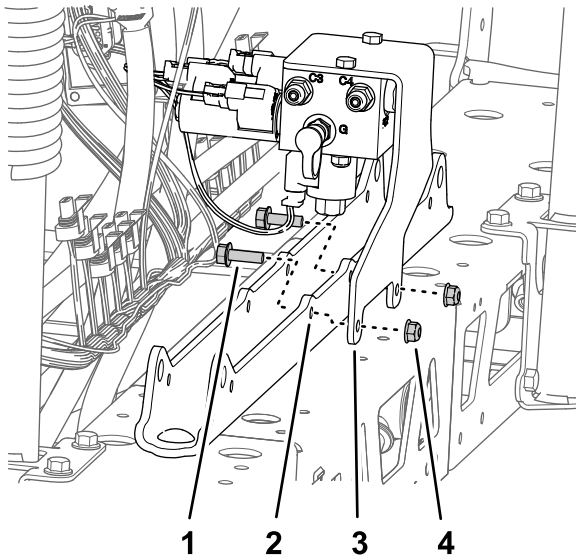

図 95
- サポートブラケットにあるブーム昇降マニホルド用の穴を、シリンダマウントの穴に合わせる 図 95。
- サポートブラケットをシリンダマウントに取り付ける 図 95 ステップ 1 センターブームからブーム昇降マニホルドを外す (ページ